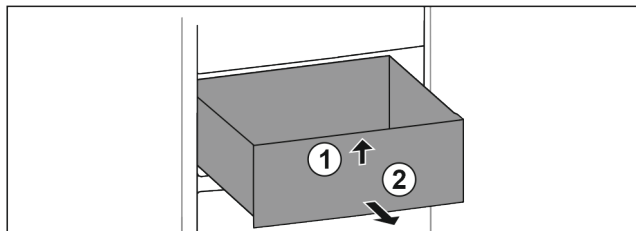

Fig. 32
- ▶ Приподнимите выдвижной ящик спереди. Fig. 32 (1)
- ▶ Извлеките выдвижной ящик движением вперед. Fig. 32 (2)